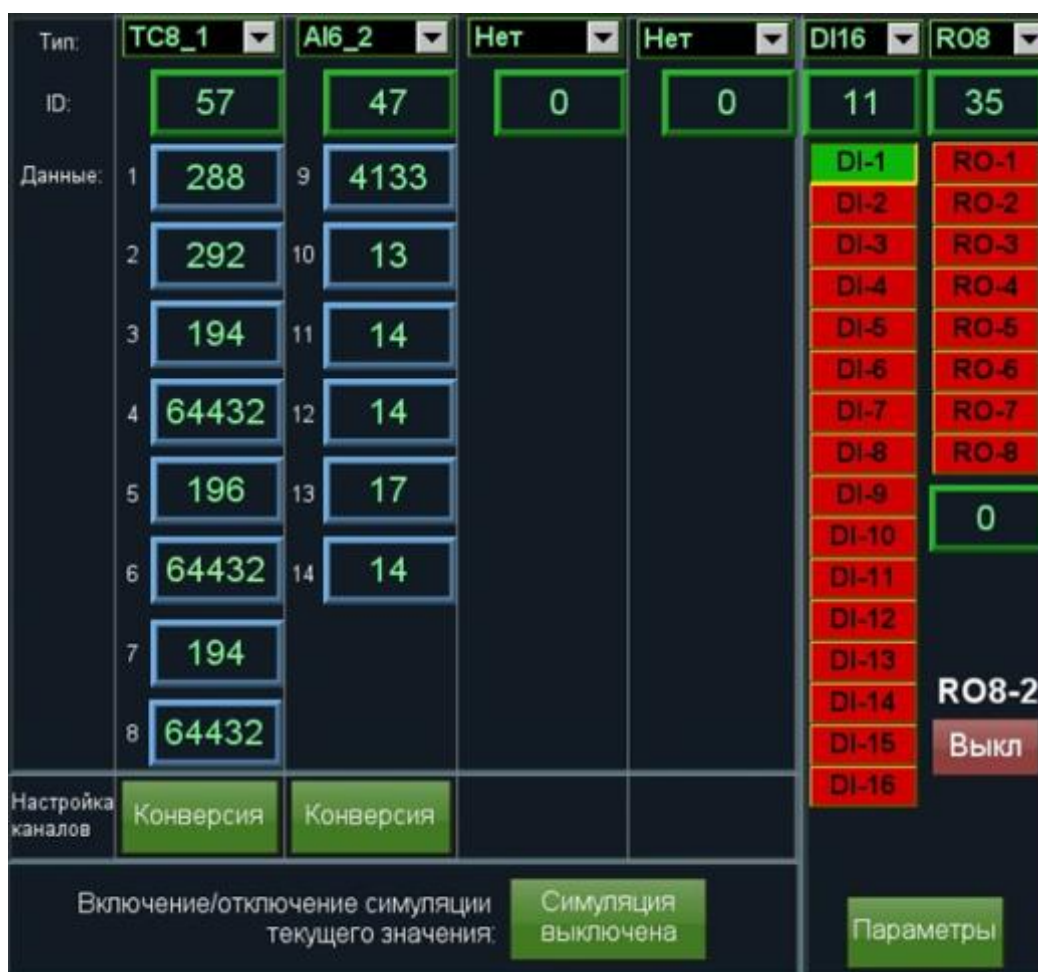

Рисунок 50 – Область настройки каналов
4. Данная область предназначена для непосредственной настройки модулей контроллера Simbol-100: AI, RTD, TC, DI, RO, DO (рисунок 50).